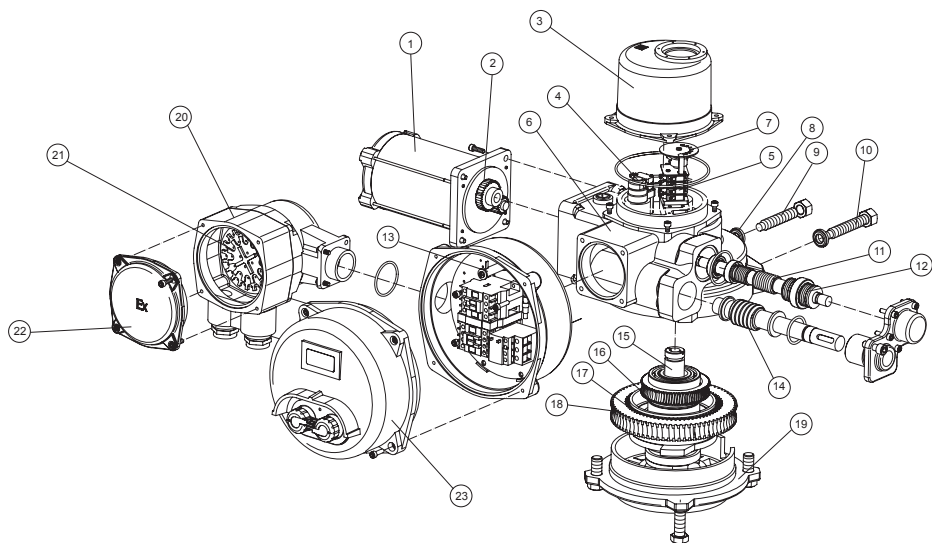
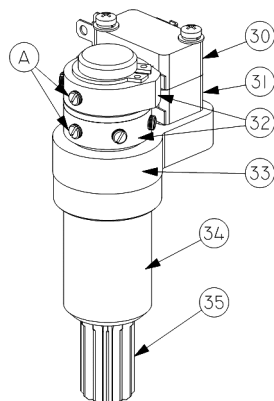
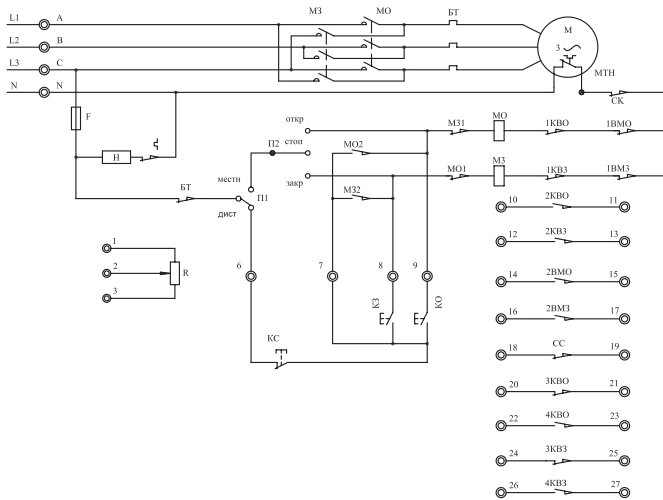

Рис.1 Электропривод ГЗ-ОФВ КС
Рис.3 Двухсторонняя муфта ограничения крутящего момента
Рис.4 Принципиальная электрическая схема подключения электропривода ГЗ-ОФВ КС
Электропривод состоит из следующих узлов и деталей (рис. 1): электродвигателя (1), взрывозащищенной клеммной коробки (20-22), силового редуктора, в состав которого входит: червячный редуктор (11,16), червячный редуктор маховика ручного дублера (14, 18) и автоматическая муфта сцепления с планетарной передачей (17), двухсторонней муфты ограничения крутящего момента (моментной муфты) (4), ограничителя хода выходного вала (5), индикатора положения затвора арматуры (7), выходного вала (15), механических упоров открытия и закрытия (9, 10) и корпусных деталей.
При достижении предварительно установленной величины крутящего момента в положении ЗАКРЫТО или ОТКРЫТО, либо в случае аварийного заклинивания штока затвора арматуры в промежуточном положении, выходной вал (15) (рис.1) с червячным колесом (16) останавливается, а червячный вал (11), ввинчиваясь в венец червячного колеса (16), вследствие продолжающегося вращения ротора электродвигателя, начинает перемещаться в осевом направлении, сжимая тарельчатые пружины (12). Величина сжатия тарельчатых пружин определена настроенным крутящим моментом моментной муфты. Поступательное движение червячного вала (11) приводит к вращению вала моментной муфты (34) (рис.3). Кулачки (32), расположенные на валу моментной муфты, нажимают кнопки муфтовых микровыключателей (30, 31), размыкая цепь управления питанием электродвигателя электропривода.
Механические упоры (9,10) (рис. 1) применяются для первоначальной настройки конечных положений затвора арматуры ОТКРЫТО и ЗАКРЫТО при ручном управлении. Они также являются аварийной защитой, в случае отказа конечных и муфтовых микровыключателей, электродвигатель отключится блоком тепловой защиты БТ (рис. 4).
### 3. ЭЛЕКТРИЧЕСКАЯ СХЕМА УПРАВЛЕНИЯ (рис.4)
Для управления электроприводом ГЗ-ОФВ КС применяется электрическая схема, приведенная на рис.4. При достижении затвором арматуры конечных положений ОТКРЫТО или ЗАКРЫТО, срабатывают концевые микровыключатели 1KV0 или 1KV3, отключая питание электродвигателя. При превышении установленного крутящего момента при открытии или закрытии затвора арматуры, срабатывают муфтовые микровыключатели 1VM0 и 1VM3, отключая питание электродвигателя. Муфтовые микровыключатели 1VM0 и 1VM3 после срабатывания возвращаются в первоначальное положение при вращении вала в обратную сторону.